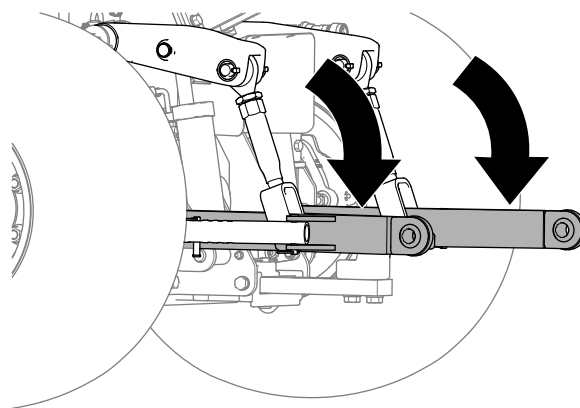

Figura 14
1. Abbassate i bracci degli attacchi inferiori del trattorino (Figura 14).